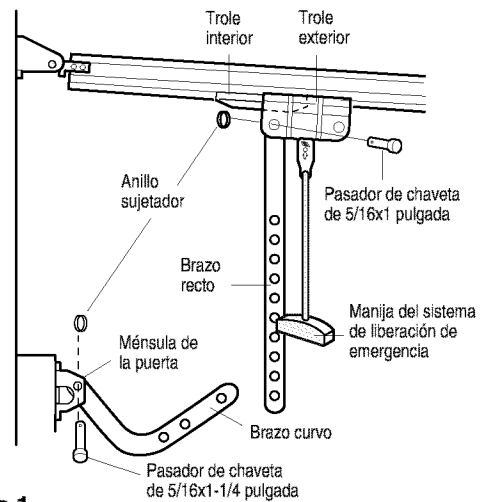

Figura 1
- Marque y taladre dos orificios de 0.78 cm (5/16 de pulg.) para los sujetadores a la derecha y a la izquierda. Sujete la ménsula al refuerzo vertical (si éste existe), como se muestra en la Figura 1.
• Figura 1: